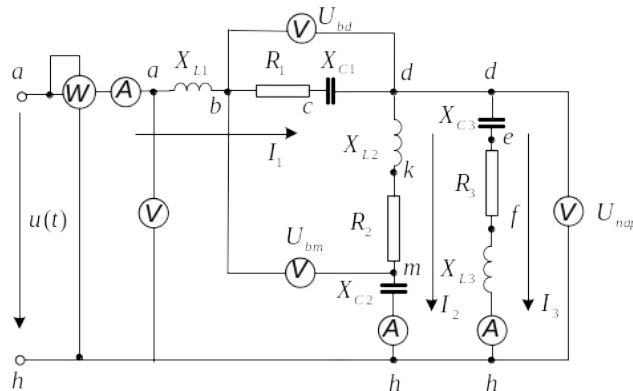

Рис. 4.1
1. По базе данных (табл.4.1) для своего варианта определить параметры электрической цепи (рис. 4.1), питающей от однофазной сети несинусоидального тока $u(t) = U_0 + U_{m1} \sin(\omega t + \varphi_{u1}) + U_{m3} \sin(3\omega t + \varphi_{u3})$.